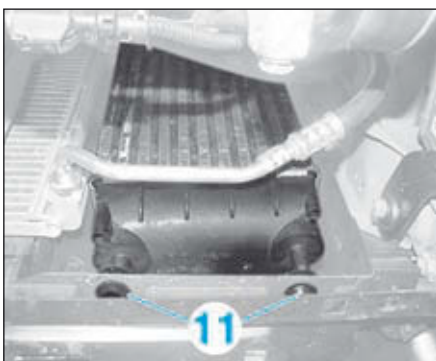

FIG.64
- Vérifier la présence des silentblocs (11) (Fig.64).